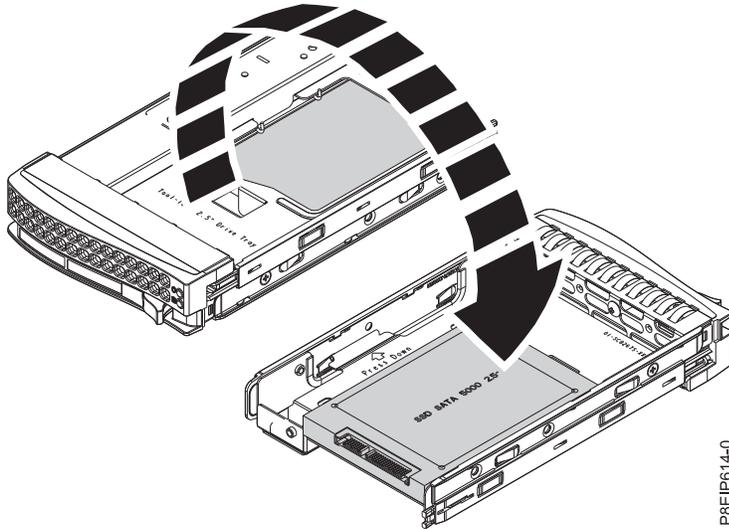

Abbildung 11. Halterung eines 2,5-Zoll-Laufwerks um 180 Grad drehen
- a. Drehen Sie die Halterung um 180 Grad (siehe Abb. 11 auf Seite 13).